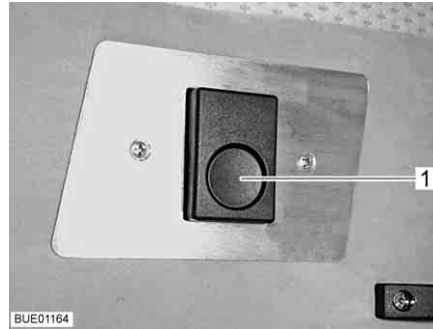

Fig. 121 Dispositivo de bloqueio
- Pressione o botão de destravamento (Fig. 121,1). O dispositivo de bloqueio está solto.